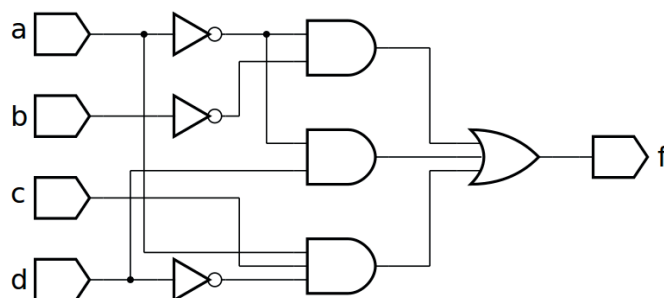
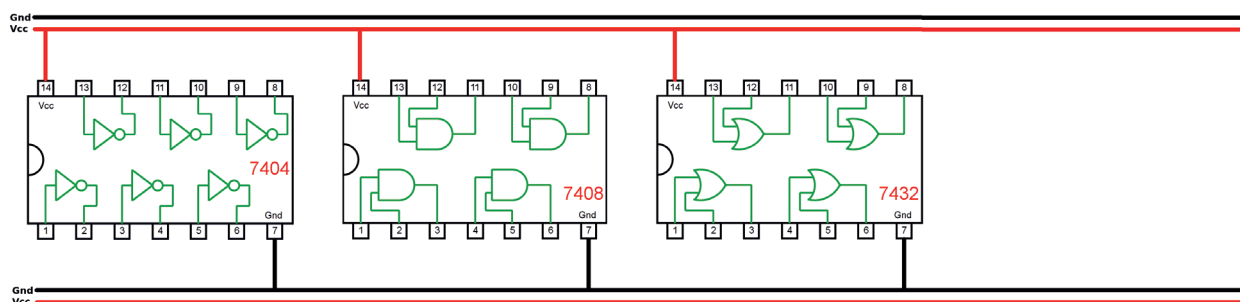

Figura 5.18 – Diagrama esquemático.
Figura 5.19 – Disposição dos componentes (TTL) para a placa de montagem.
- Complete as ligações na figura 5.19 ou 5.20 de acordo com a figura 5.18.
5. Utilize um programa de simulação em computador (SmartSim, Atanua, Qucs) faça a simulação do circuito da figura 5.18. Compare os resultados com a tabela 5.10.
6. Escreva a equação booleana do circuito da figura 5.18 e simule no programa para o Arduino.